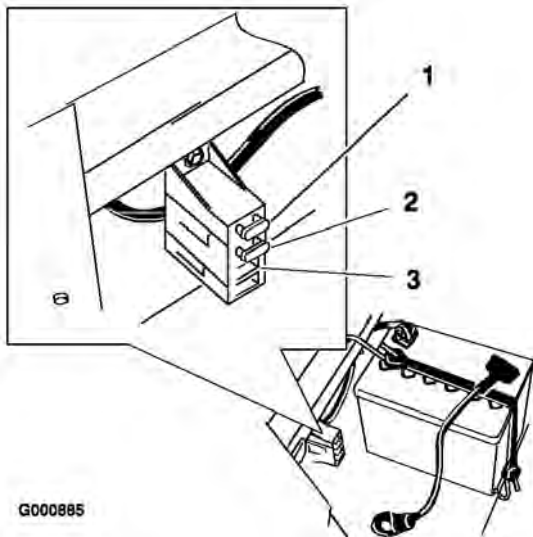

Bild 37
1. Heben Sie den Sitz an, um die Sicherungshalter zugänglich zu machen (Bild 37).
2. Ziehen Sie die Sicherung zum Wechseln heraus (Bild 37).